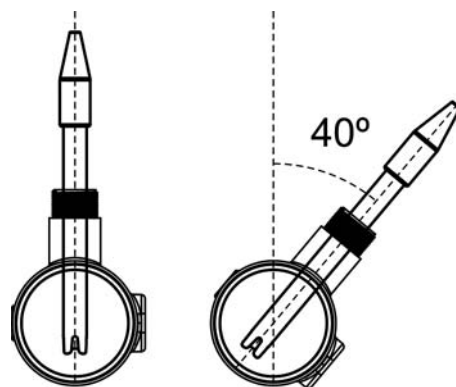

Fig. 13
4. **Instalar siempre las sondas de pH/ORP preferiblemente en posición vertical o con una inclinación máxima de 40° (Fig. 13).**